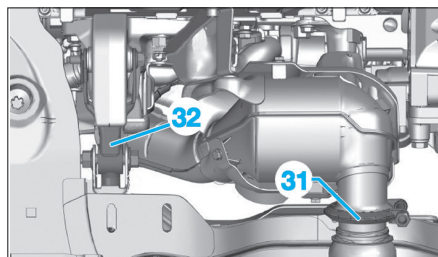

Fig. 74
- le collier du précatalyseur (31) (**Fig.74**),
- la biellette anticouple (32).